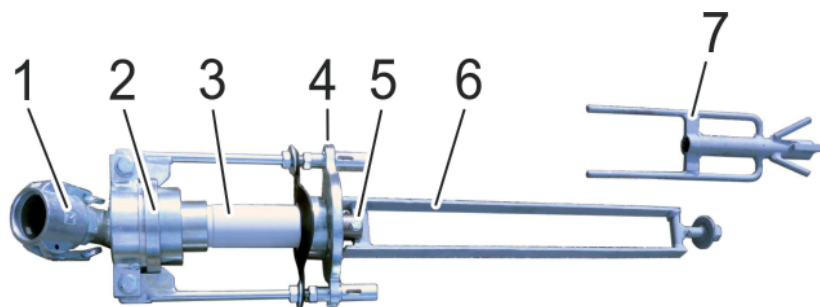

Рис. 8: Шнековый насос с наконечником насоса, постсмеситель и вал подачи; вал смесителя
- Закрепите весь узел (рис. 8, поз. 1—6), состоящий из смесительной трубы, шнекового насоса, наконечника насоса, постсмесителя и вала подачи, чтобы исключить его падение.
- Открутите резьбовое соединение между валом подачи и ротором (рис. 8, поз. 5) и снимите вал подачи.